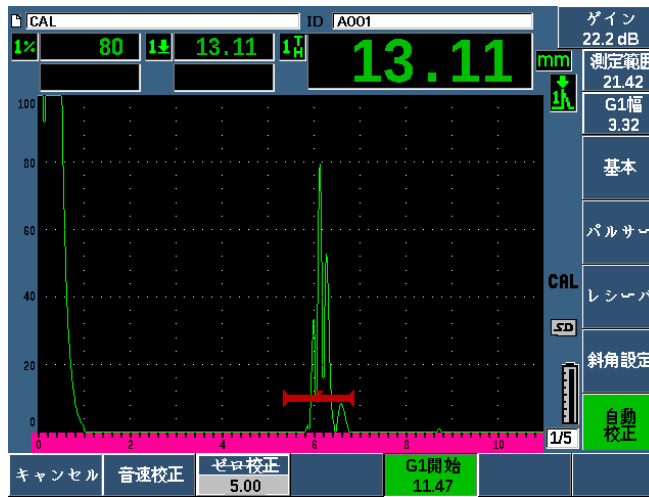

図 3-15 ゲート 1 スタート
11. 2ND F、**(自動 XX%)** キーで、欠陥指示を 80 %FSH に移動します (65 ページの図 3-15 参照)。